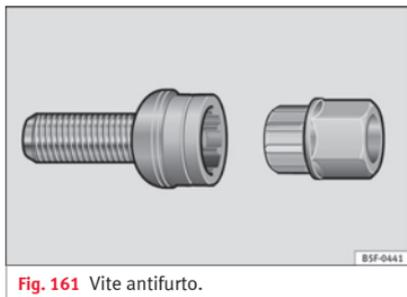

Fig. 161 Vite antifurto.
- Innestare l'adattatore nella vite antifurto, spingendolo fino in fondo » fig. 161.